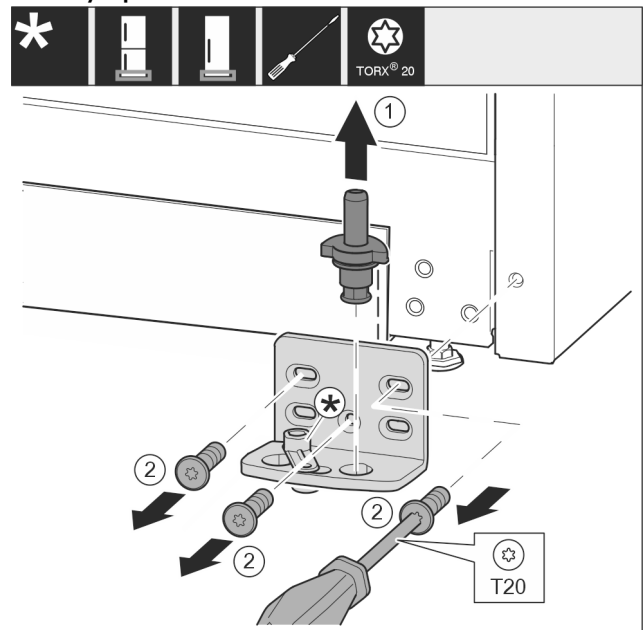

Fig. 9
- ▶ Опорный палец полностью извлеките движением вверх. Fig. 9 (1)
- ▶ Открутите винты отверткой T20 и снимите опорный кронштейн. Fig. 9 (2)